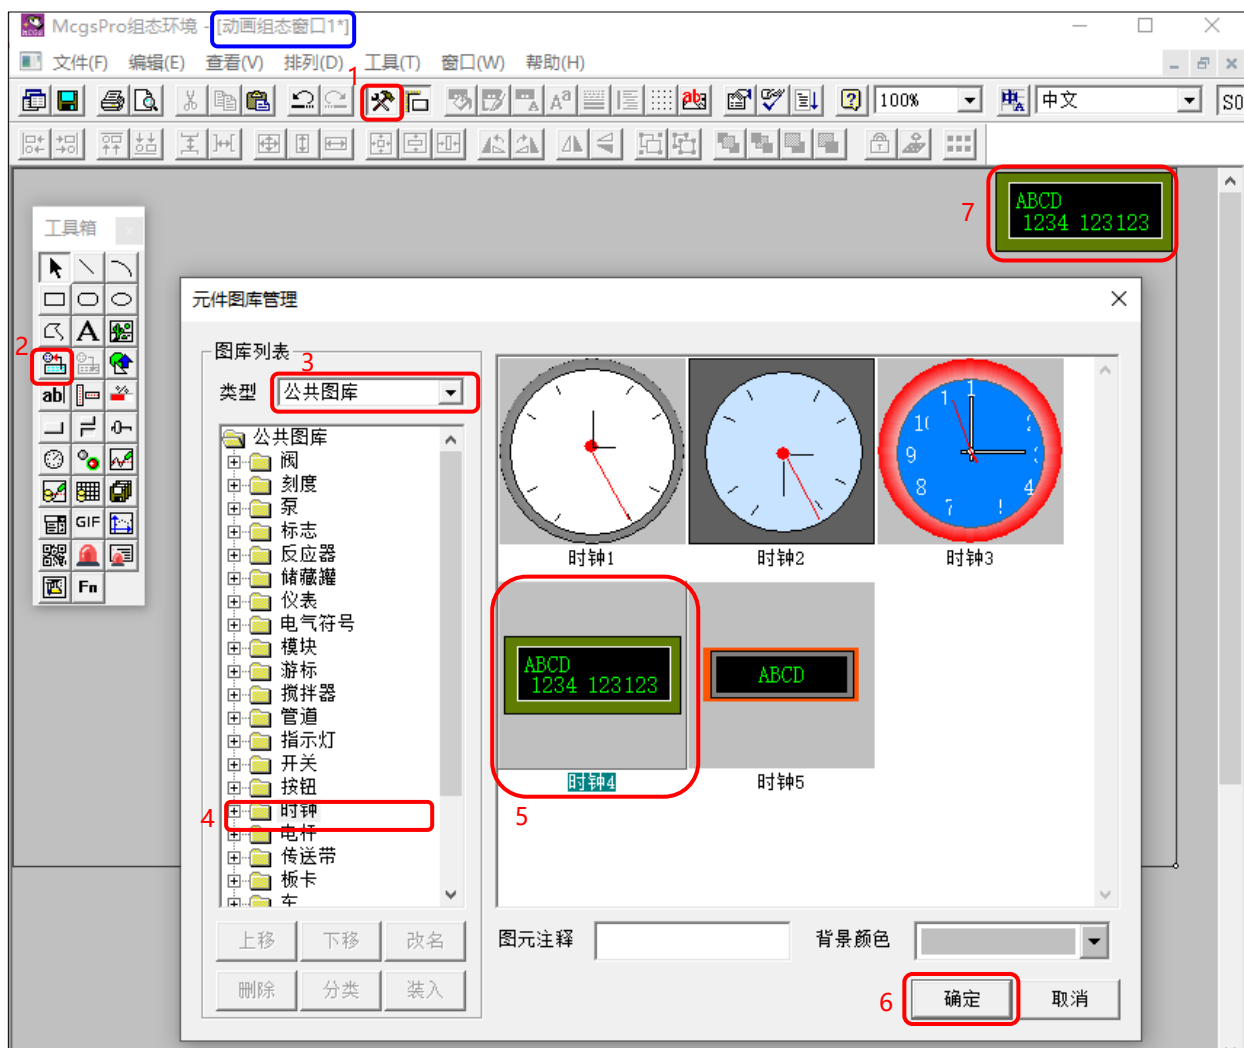

图 2.4-2 添加时钟
- ② 本节教程选择“窗口 0”作为宿主窗口，“窗口 1”作为公共窗口。双击窗口 1，进入窗口 1 组态画面；
- ③ 按照图 2.4-2 所示步骤，在“窗口 1”画面右上角添加一个时钟，添加完成后保存工程；